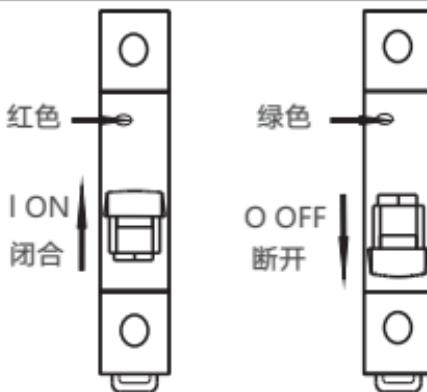

图2 NB7闭合、断开状态指示
5.1 安装使用前先检查断路器标志与所使用的工作条件是否相符；断路器闭合、断开状态指示如下图2